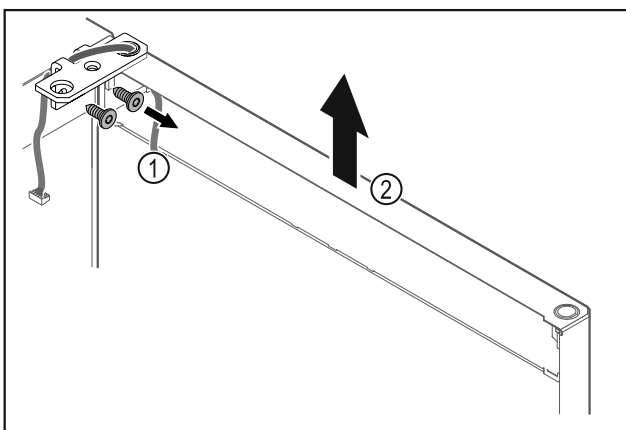

Fig. 15
- Scharnierwinkel Fig. 15 (1) abschrauben.
- Tür inklusive Scharnierwinkel Fig. 15 (2) circa 200 mm gerade nach oben heben und abnehmen.